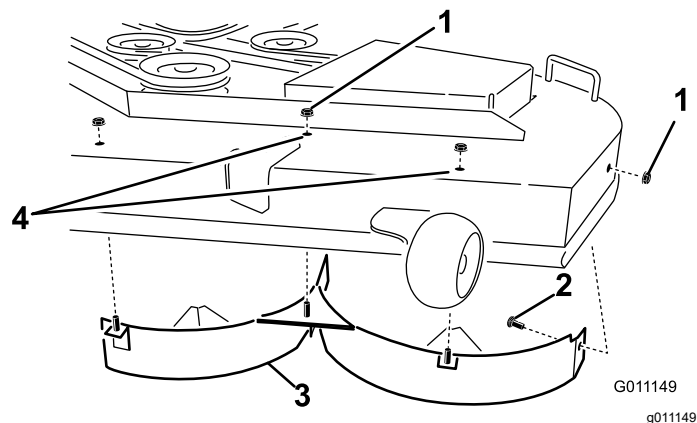

Рисунок 13
- Отверните 2 контргайки (5/16 дюйма) от приваренных стержней левого дефлектора в верхней части деки газонокосилки в среднем положении и слева от среднего положения (Рисунок 13).
- Снимите левый дефлектор с деки газонокосилки, как показано на Рисунок 13.